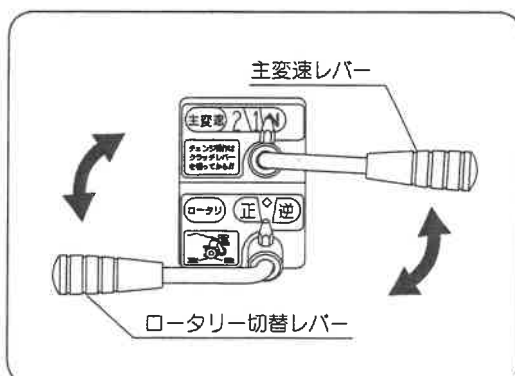

図28
1) 走行変速レバー (図28)
2) ロータリー変速レバー (図28)